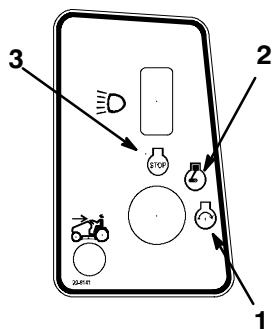

Figure 10
6. Tournez la clé de contact dans le sens des aiguilles d'une montre et maintenez-la en position de démarrage (Fig. 10). Relâchez-la quand le moteur démarre.
2. Tournez la clé de contact en position contact coupé et enlevez-la (Fig. 10).